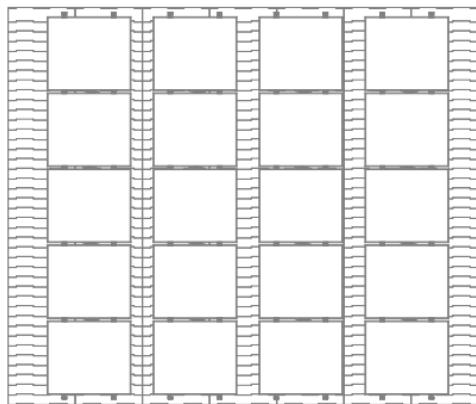
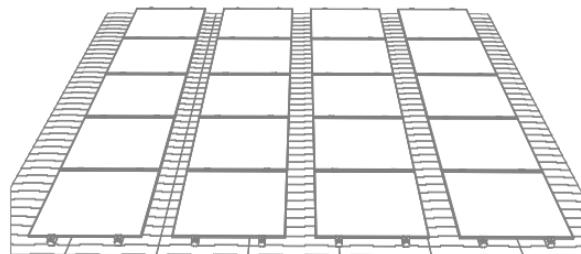

図 15
図 16
- 2列目のモジュールの取付は1列目の取付方法に準じて行い、その後3列目、4列目……と順に設置し、すべてのモジュールの取付を完了します（図15、図16参照）。